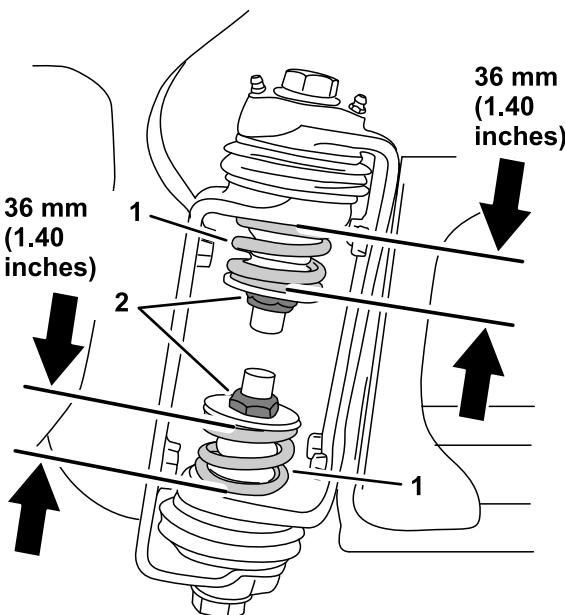

图 6
6. 当喷洒臂位于伸展位置**图 6**时在喷洒臂的铰链处测量上、下弹簧的压缩度。